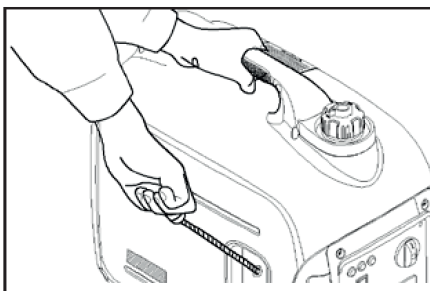

Рис. 13
5. Медленно потяните за рукоятку ручного стартера до появления ощутимого сопротивления, затем резко дерните рукоятку на себя и, не отпуская, плавно верните ее в исходное положение (Рис.13). Если двигатель не запустился, повторите действие еще раз, пока двигатель не запустится.